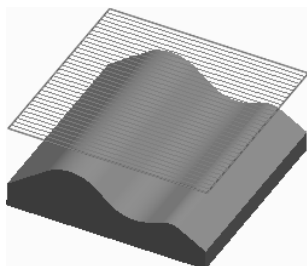

图 3.5.25 预览投影刀具路径
Step4. 在“切削定义”对话框中单击 **预览** 按钮, 显示图 3.5.25 所示的投影刀具轨迹, 确认刀具轨迹后, 单击 **确定** 按钮。